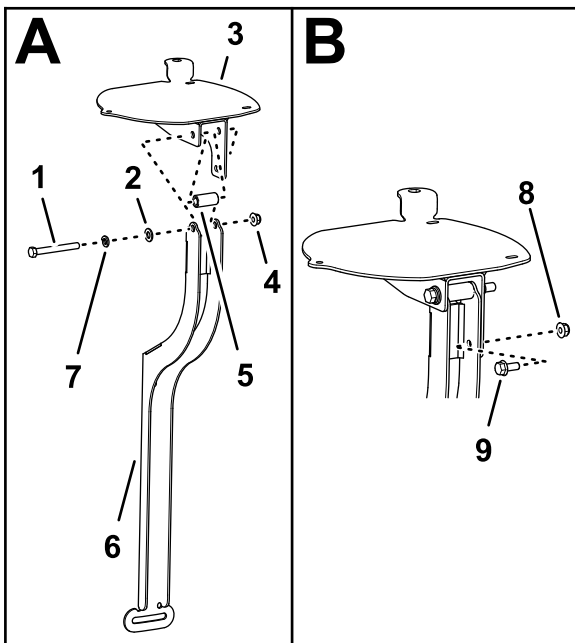

Bild 153
1. Fluchten Sie die Löcher in der Platte des Navigationsempfängers, dem Distanzstück (3/8") und der Empfängerbefestigung aus (Bild 153).
2. Befestigen Sie die Empfängerplatte und das Distanzstück mit einer Schraube (3/8" x 3-1/4") , Sicherungsscheibe (3/8"), Scheibe ((3/8" x 13/16") und Sicherungsbundmutter (3/8") an der Befestigung, wie in Bild 153 abgebildet.
3. Befestigen Sie die Bundkopfschraube (5/16" x 3/4") und die Sicherungsbundmutter (5/16") durch das kleiner Loch in der Empfängerbefestigung und den Schlitz in der Empfängerplatte (Bild 153).